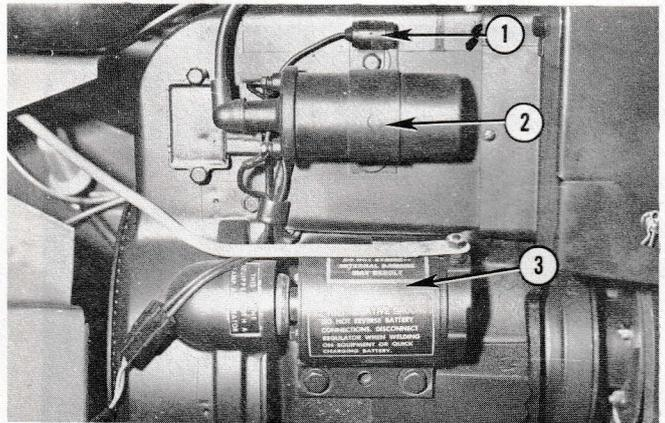

Fig. 10 – Emplacement du démarreur
1. Ne jamais faire tourner le démarreur (Fig. 10) durant plus de 30 secondes. Le fonctionnement prolongé peut l'endommager. Si le moteur ne part pas après quelques secondes, relâcher la clé du contacteur et laisser le démarreur se refroidir un peu avant d'essayer de nouveau de mettre le moteur en marche.